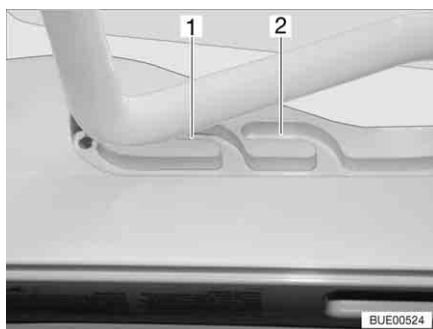
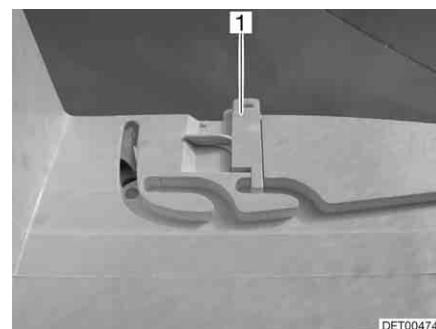

Fig. 127 Claraboya Heki en posición de ventilación
Fig. 128 Bloqueo de la posición de ventilación
La claraboya Heki se puede colocar en dos posiciones de ventilación: Posición de mal tiempo (Fig. 127,1) y posición mediana (Fig. 127,2). Según el modelo, la claraboya podrá ser bloqueada en la posición central con los dos pestillos (Fig. 128,1) a la izquierda y la derecha en el marco de la claraboya.
- Presionar el estribo ligeramente hacia arriba y empujarlo en la guía seleccionada (Fig. 127,1 ó 2) y, si fuera necesario, bloquearlo.